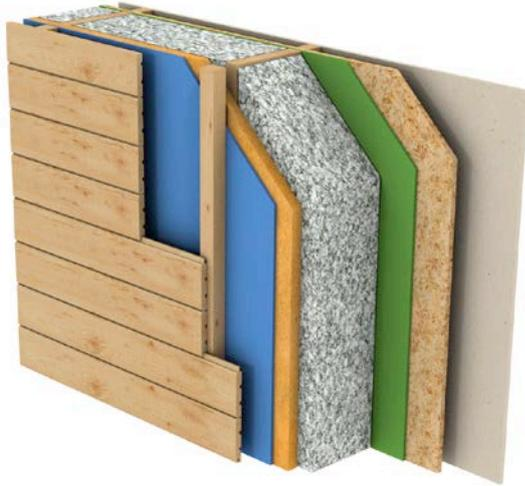

Fig. 1 Bardage en bois (vue 3D).
3. installer le pare-pluie et le parement extérieur (voir figures 1, 2, 3 et 4). Il est nécessaire de laisser une lame d'air ventilée de minimum 15 mm. Dans le cas d'un bardage ajouré, il est impératif de doubler l'écran rigide d'une membrane pare-pluie pour une meilleure durabilité (voir NIT 243). Le lattage doit avoir un entraxe de maximum 50 cm pour résister à la pression exercée par la mise en œuvre de l'isolant